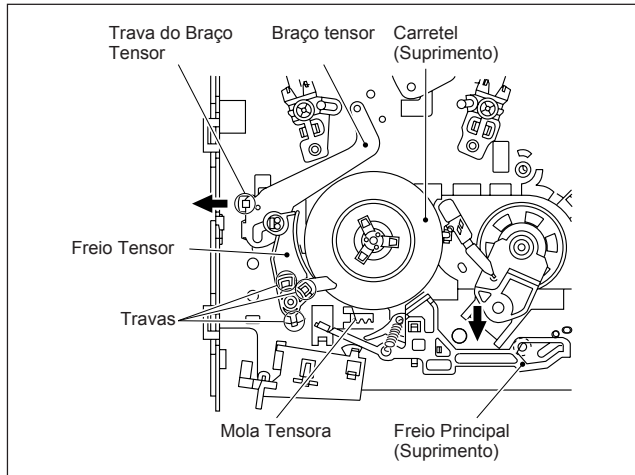

Fig. 2-2-21a
- (1) Remova as três travas do freio de tensor do mecanismo e retire-o.
- (2) Remova o carretel (suprimento) soltando-o na direção indicada pela seta o freio principal (suprimento).
- (3) Remova a mola tensora na parte de trás do mecanismo. Então libere a trava braço tensor na direção indicada pela seta e retire o braço tensor. (Veja Fig. 2-2-21a.)